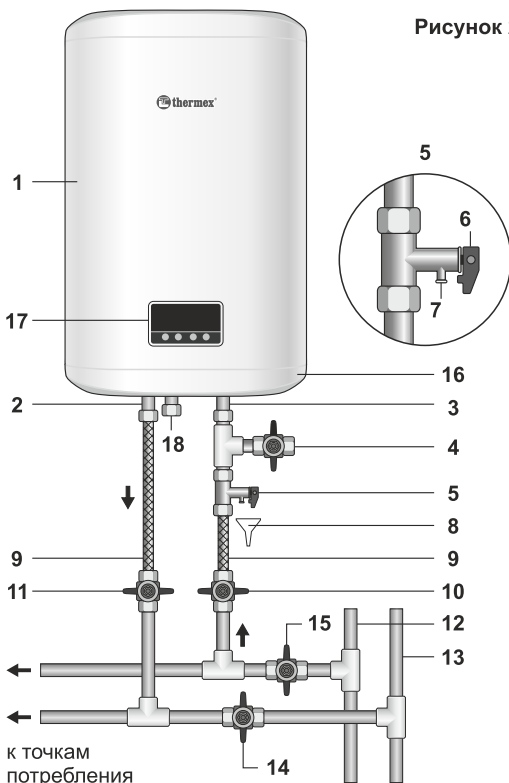

Рисунок 2. Схема подключения ЭВН к водопроводу.
ЭВН состоит из внешнего корпуса, выполненного из ударопрочного пластика, внутреннего бака (емкости), съемного фланца, защитной крышки и двух резьбовых патрубков для подачи холодной воды (**3, Рис. 2**) – с синим кольцом и выпуска горячей воды (**2, Рис. 2**) – с красным кольцом и оборудованы дополнительным дренажным патрубком (с красным кольцом, закрыт металлической заглушкой) для слива воды и промывки внутреннего бака (**18, Рис. 2**). На лицевой стороне ЭВН находится панель управления (**17, Рис. 2**).
Установить предохранительный клапан (**5**, **Рис. 2**) на входе холодной воды (**3**) – патрубок с синим кольцом, на 3,5 – 4 оборота, обеспечив герметичность соединения любым уплотнительным материалом (льном, лентой ФУМ и др.).
Ручка (6) предназначена для открытия клапана (5). Необходимо следить, чтобы во время работы водонагревателя эта ручка находилась в положении, закрывающем слив воды из бака. Подключение к водопроводной системе производится в соответствии с (Рис. 2) при помощи медных, пластмассовых труб или специальной гибкой сантех-подводки, рассчитанных на температуру до 100°C при максимальном рабочем давлении. Запрещается использовать гибкую подводку бывшую в употреблении. При монтаже не допускается прикладывать чрезмерных усилий во избежание повреждения резьбы патрубков бака.